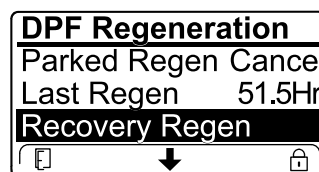

図 72
- エンジンコンピュータがリカバリ再生を要求していないのに、リカバリ再生 RECOVERY を選択することはできません。リカバリ再生はロックされ、施錠アイコン 図 72 がインフォセンターの右下に表示されます。